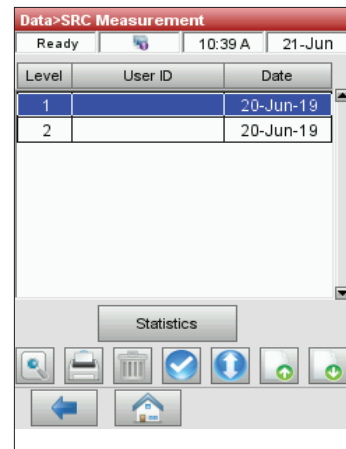

Figure 8. Mesure SRC
3. Dans l'écran Données > Mesure SRC (Figure 8), sélectionnez l'analyse (située à gauche) à examiner.
4. Appuyez sur le bouton approprié à droite (Figure 8) :